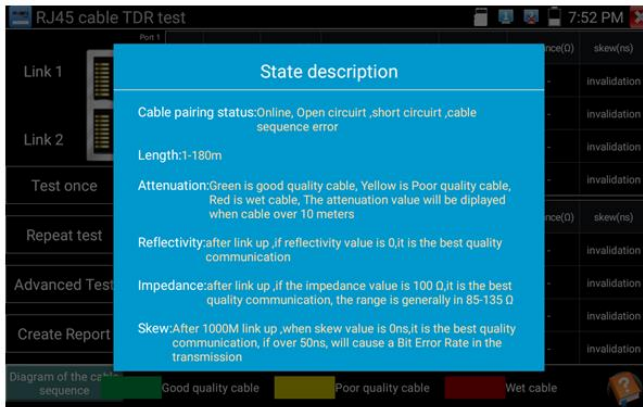

Рис. 118 Справочная информация подключения кабеля к тестеру для TDR теста
- 1) «Справочная информация» (Help) содержит информацию о каждом из измеряемых параметров, рис. 118;